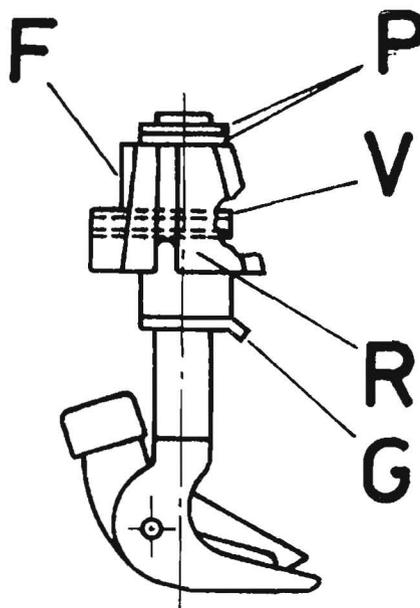

Bild 50
Das Wechseln des Knoterschnabels geschieht durch Lösen der Stiftverbindung (V) zum Knoterritzel (R) (Bild 50). Beim Einbau muß die Knoterrolle in Richtung der Gleitflächenseite (F) des Knoterritzels weisen. Es ist zu beachten, daß unter dem Knoterritzel nur die gehärtete Beilage (G) mit der abgewinkelten Nase beigelegt wird. Die Paßscheiben (P) von 0,5 bis 1 mm Dicke werden über dem Knoterritzel zur Beseitigung des axialen Spieles beigelegt.